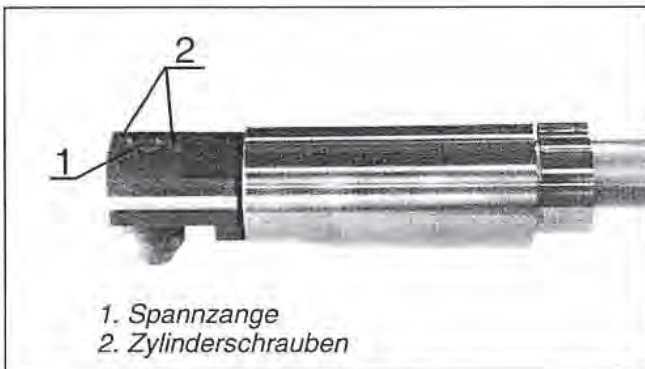

Abb. 4; Brennerkopf
1. Nach Lösen der Schrauben die Kühlluftführung über das Brennerschutzrohr zurückziehen. Spannzange (**Abb. 4; 1**) mit Spezialschlüssel abschrauben und Wolframelektrode mit Spannzange herausziehen.
3. Die beiden M3-Zylinderschrauben (**Abb. 4; 2**) lösen und die Plasmagasdüse abnehmen.